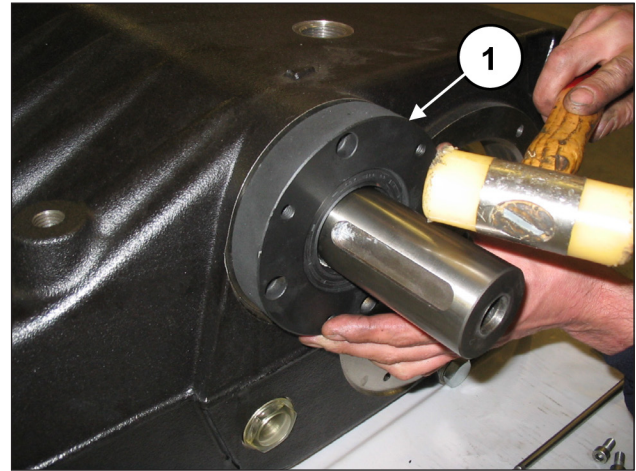
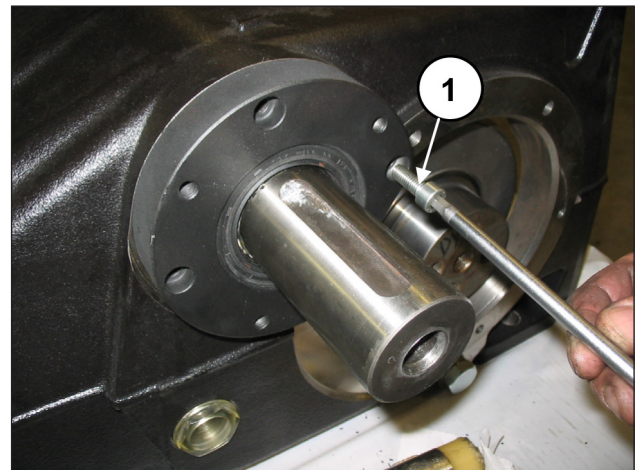

Fig. 68
Fig. 69
Montar una de las tapas del cojinete PTO (derecha o izquierda) en el cárter de la bomba (pos. ①, Fig. 68) y fijarla con los 4 tornillos M8x30 (pos. ①, Fig. 69).
Montar la segunda tapa del cojinete PTO en el cárter de la bomba (pos. ①, Fig. 68) y fijarla con los 4 tornillos M8x30 (pos. ①, Fig. 69).